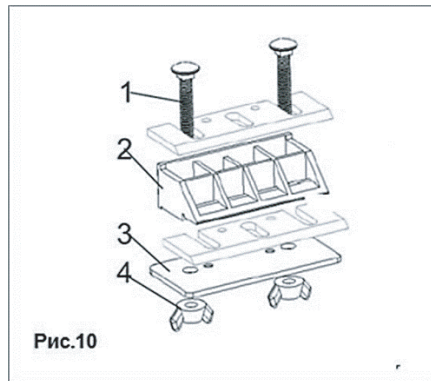

Рис.10
Для заточування ножів : встановіть обидва ножі в корпус точильного пристрою (3), закріпіть ножі притиснувши їх планкою (3), і затягнувши гвинт (4), заточіть ножі, плавно переміщаючи точильний пристрій по площині точильного бруска в поздовжньому і поперечному напрямках. Для заточування другого ножа, переверніть ножі в точильному пристрої. (Рис.10)